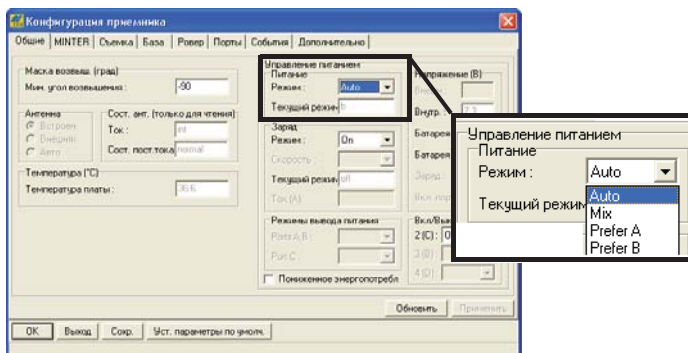

Рис. 2-7. Выбор режима питания
3. В разделе *Питание* нажмите на выпадающий список рядом с полем **Режим** и выберите в нем нужный источник питания (Рис. 2-7). Поле **Текущий режим** указывает источник питания, используемый в настоящий момент; при использовании блока подзарядки там будет написано "extbat" (внешняя батарея).